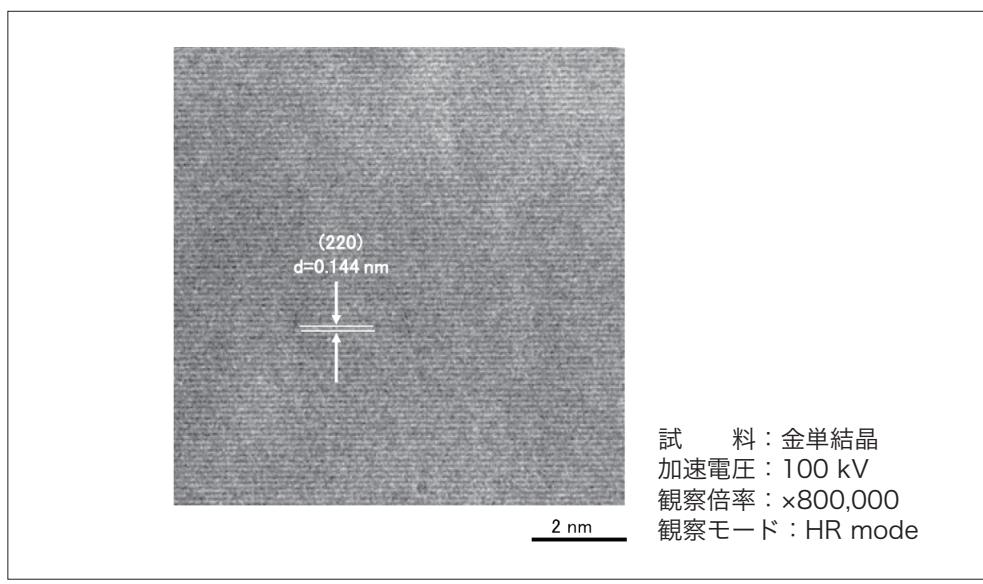

図2 金単結晶の高分解能像観察例
HT7820では格子分解能0.14 nm (off-axis)を保証、試料傾斜範囲±30度とし、主に半導体分野や、ポリマー、軽量化材料などのソフトマテリアル分野を対象としています。図2にAu単結晶の高分解能像観察例を示します。Au (220) 0.14 nmの格子像が明瞭に観察されています。